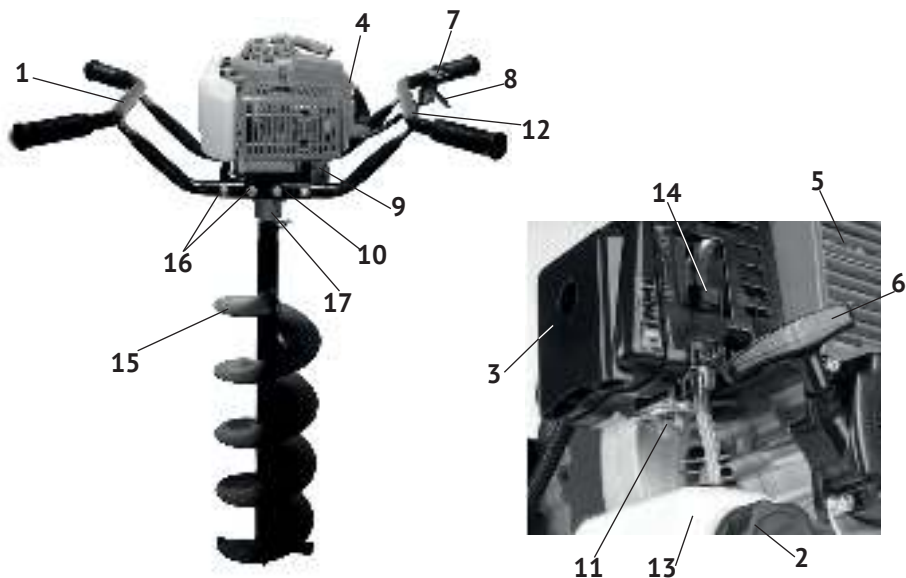

рис. 1
2.4 Общий вид бензобура представлен на рис.1
3.1 Двигатель бензобура с металлическим редуктором (рис.1 поз.9) смонтирован на металлическом основании. Снизу к основанию прикручена рама (рис.1 поз.10), к которой крепятся рукоятки (рис.1 поз.1 и 12). Соосный с валом двигателя шестерёнчатый редуктор понижает частоту вращения, что приводит к увеличению крутящего момента на выходном валу (рис.1 поз.17). На выходной вал стандартного размера (\varnothing 20мм) крепится рабочий инструмент бензобура: шнеки для бурения скважин в грунте или лунок во льду.
3.2 Бензобур оснащён одноцилиндровым двухтактным двигателем внутреннего сгорания с вертикальным расположением коленчатого вала. Двигатель имеет карбюраторную систему питания. Пуск двигателя осуществляется ручным тросовым возвратным стартером (рис.1 поз.6).
- вставить трубчатые концы рукояток в пазы рамы (рис.1 поз.10) до совпадения крепёжных отверстий;
Открутите крышку (рис.1 поз.2) топливного бака. Заливайте топливо в бак не более чем на 1 см ниже уровня основания заливной горловины. Перед запуском двигателя тщательно протрите топливный бак, удалив возможные при заправке брызги топлива.
6.1.2 При нажатии на рычаг дроссельной заслонки (рис.1 поз.8), увеличатся обороты двигателя и, после срабатывания центробежного сцепления, шнек начнёт вращаться. Скорость вращения шнека регулируется усилием, приложенным к рычагу дроссельной заслонки.